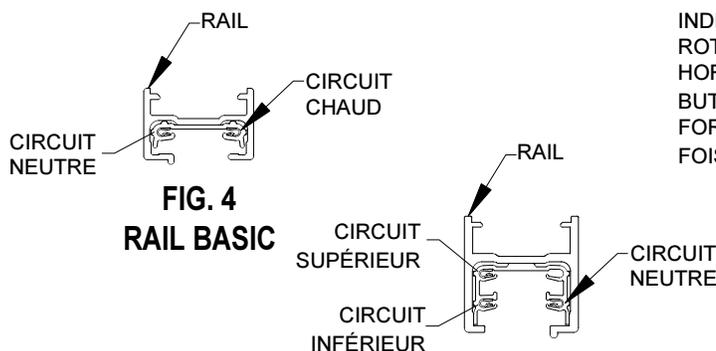

FIG. 4
A. ADAPTATEUR : (RAIL BASIC), FIG. 4